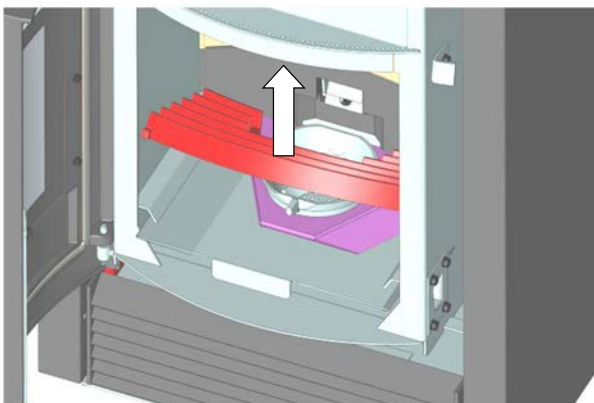
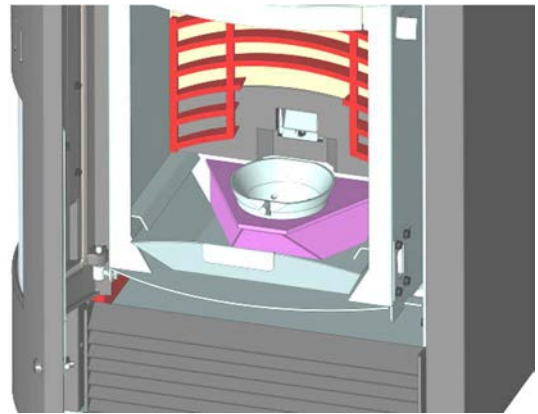
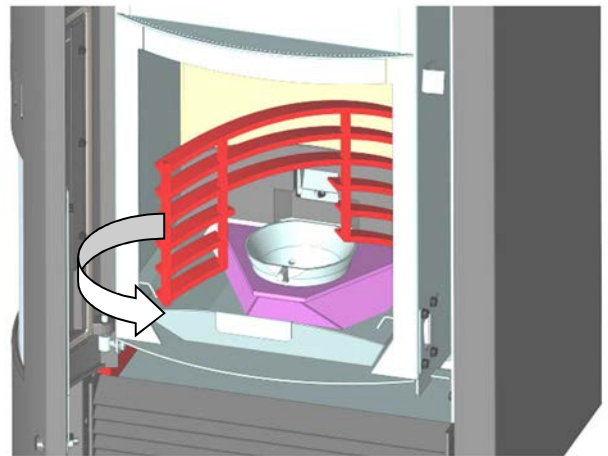

Abb. 62: Rost demontieren
Abb. 63: Demontage Rost
Abb. 64: Demontage Rost
6. Feuerraumtüre öffnen und den Rost herausnehmen. Dazu den Rost nach oben klappen (siehe Abb. 62), bis er an der Rückwand anliegt (Abb. 63) und durch Drehen herausnehmen (Abb. 64).